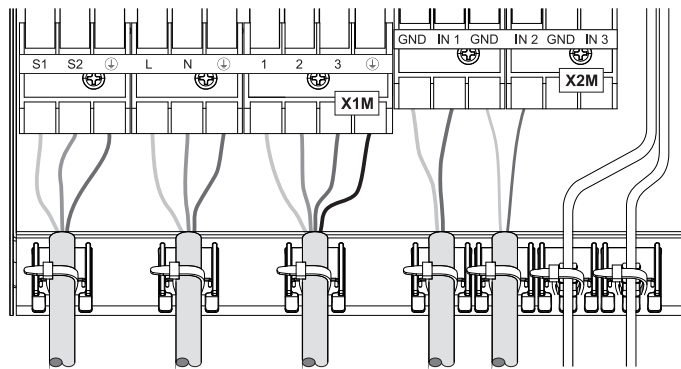

Fig. 4-8 Scarico del tiro tramite legante per cavi
- Per tutti i cavi collegati a DAIKIN EKHP deve essere installato uno scarico del tiro nell'alloggio di controllo usando un legante per cavi adeguato (cfr. fig. 4-8 fino a 4-10).